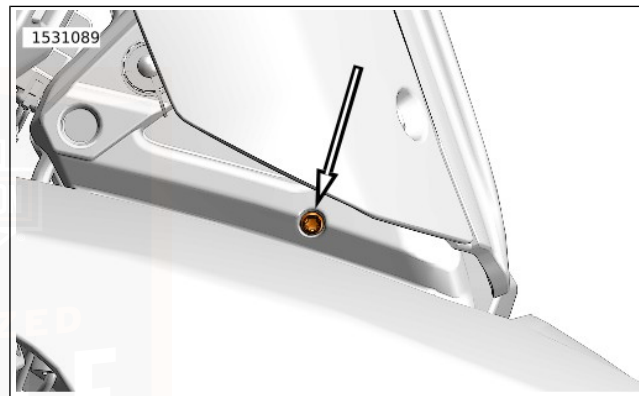

Abbildung 95. Schräglagenlichtschraube (Abbildung zeigt rechte Seite)
1. Siehe Abbildung 95. Die Schrauben der Schräglagenleuchte lösen.
3. Siehe Abbildung 95. Die Schrauben anziehen.